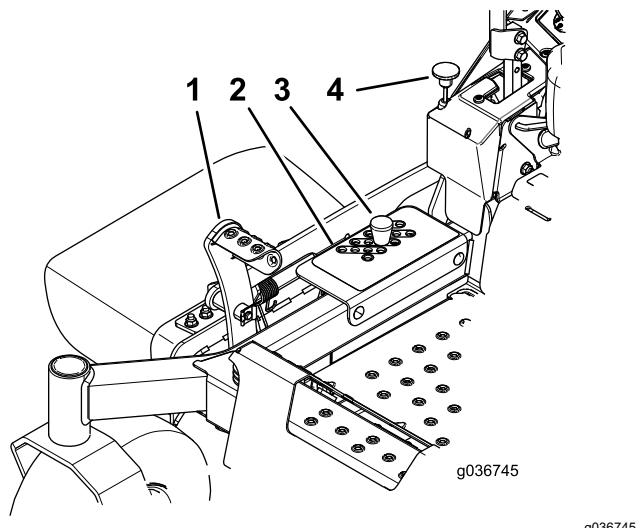

Bild 29
2. Treten Sie mit dem Fuß auf das Mähwerkhubpedal und heben Sie das Mähwerk in die TRANSPORT-Stellung an (d. h. die Schnitthöhe von 127 mm), wie in **Bild 29** abgebildet.
3. Entfernen Sie den Stift aus der Schnitthöhenhalterung (Bild 29).
4. Wählen Sie ein Loch in der Schnitthöhenhalterung, das der gewünschten Schnitthöhe entspricht, und stecken Sie den Stift ein (Bild 29).